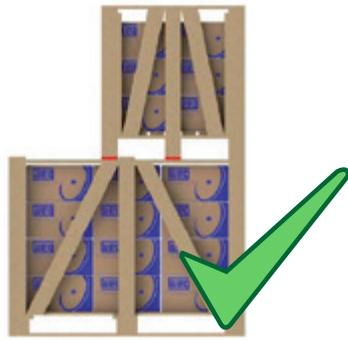
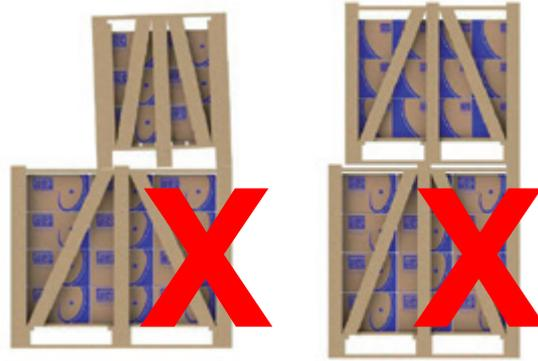

Figure 5.3 – Correct stacking
Figure 5.4 – Incorrect stacking
3) Les pieds des caisses du dessus doivent toujours être supportés par des lattes en bois appropriées (Figure 5.3) et ne devraient jamais être posés sur le ruban d'acier ou sans support (Figure 5.4).